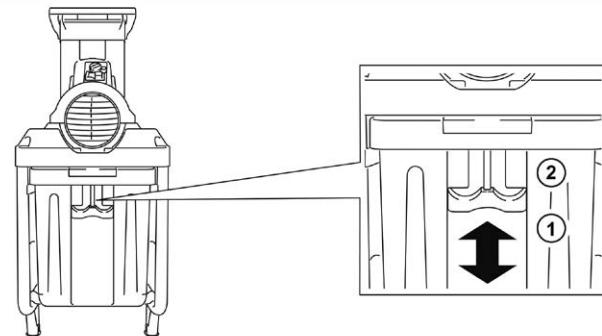

Figure 4
- Pour mettre le moteur en marche, assurez-vous que l'inverseur de sens de rotation (1-fig.4) est en position d'avalétement (b), puis appuyez sur le bouton vert (3-fig.4) du commutateur de mise en marche.
- Pour mettre le moteur à l'arrêt, attendez, si possible, que tous les matériaux déjà chargés soient entièrement broyés, puis appuyez sur le bouton rouge (4-fig.4) de mise à l'arrêt.
- Attendez quelques instants avant d'appuyer sur le bouton de réarmement du disjoncteur (2-fig.4), puis de remettre le broyeur de végétaux en marche.
- Mettez le moteur à l'arrêt et placez l'inverseur de sens de rotation (1-fig.4) en position de rejet (a).
- Para poner en marcha el motor, asegúrese que el inversor del sentido de rotación (1-fig.4) está en posición de arrastre hacia abajo (b) y pulse el botón verde del conmutador de puesta en marcha (3-fig.4).
- Para parar el motor, espere, si es posible, a que todos los materiales ya cargados sean totalmente triturados, y pulse el botón rojo de parada (4-fig.4).
- Espere unos instantes antes de pulsar el botón de rearme del disyuntor (2-fig.4), y de poner la biotrituradora en marcha.
- Apague el motor y coloque el inversor del sentido de rotación (1-fig.4) en posición de rechazo (a).
- Para pôr o motor a funcionar, verifique que o inversor do sentido de rotação (1-fig.4) está em posição de « engolir » (b) e carregue no botão verde do comutador de arranque (3-fig.4).
- Para parar o motor, espere, que todos os materiais já introduzidos estejam completamente triturados, e carregue de seguida no botão vermelho de paragem (4-fig.4).
- Aguarde uns momentos antes de carregar no botão para rearmar o disjuntor (2-fig.4) e repor o triturador de vegetais a trabalhar.
- Parar o motor e coloque o inversor de sentido de rotação (1-fig.4) em posição de expulsão (a).